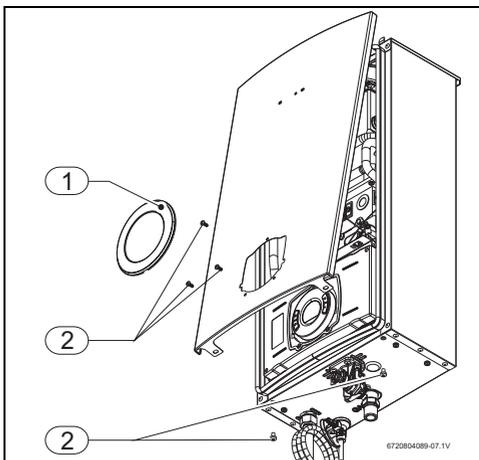

Fig. 18 Rimuovere il mantello frontale
- Rimuovere la finestrella di ispezione dell'apparecchio, per farlo è sufficiente tirarla leggermente verso di voi (Fig. 18, [1]).
- Svitare le 5 viti di fissaggio del mantello frontale (Fig. 18, [2]).